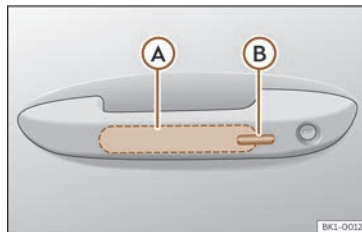

Abb. 73 Türgriff: Sensorflächen.
- Berühren Sie die Sensorfläche auf der Innenseite des Türgriffs >>> (Abb. 73) Ⓐ. Alle Blinker des Fahrzeugs blinken zweimal.
- Berühren Sie die auf der Außenseite des Türgriffs befindliche Sensorfläche >>> (Abb. 73) Ⓑ. Alle Blinker leuchten einmal auf.
- Berühren Sie innerhalb von 5 Sekunden einmal die auf der Außenseite des Türgriffs befindliche Sensorfläche >>> (Abb. 73) . Ergreifen Sie dabei nicht den Türgriff. Das Keyless Access-System ist jetzt vorübergehend deaktiviert.